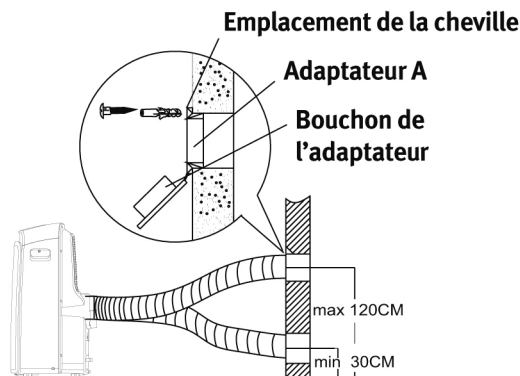

Fig.18
1. Préparez un trou dans le mur. Installez l'adaptateur A d'évacuation murale (extérieur) en utilisant 4 chevilles et vis à bois. Assurez-vous de le fixer correctement. (Voir Fig.18)